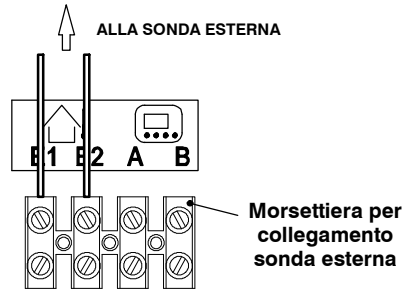

fig. 5.25
- Collegare ai morsetti E1 e E2 della morsettierà i due conduttori elettrici come indicato in fig. 5.25